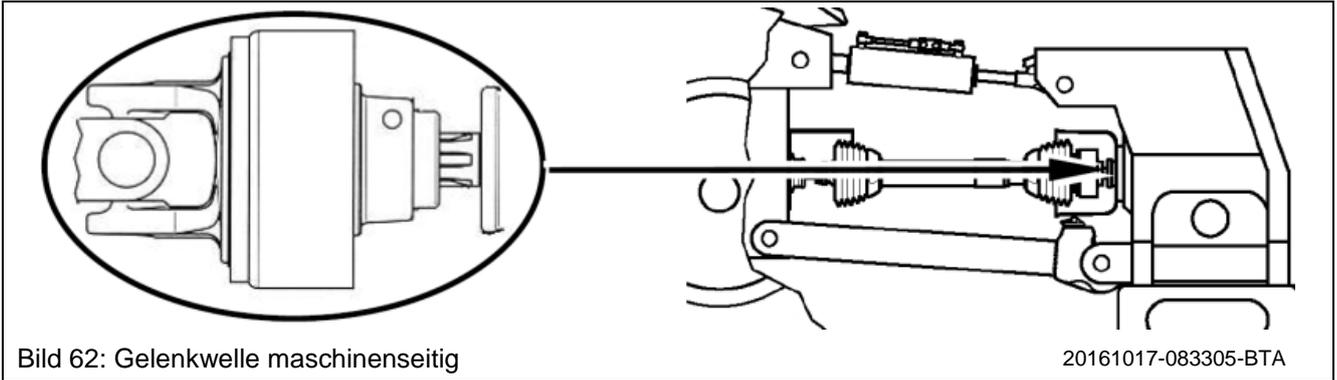

Bild 62: Gelenkwelle maschinenseitig
- Beim Abstellen der Maschine muss die Gelenkwelle mittels Kette gesichert werden. Auflagepunkt der Gelenkwelle muss im vorderen Drittel der Gelenkwelle sein (Bild 62).